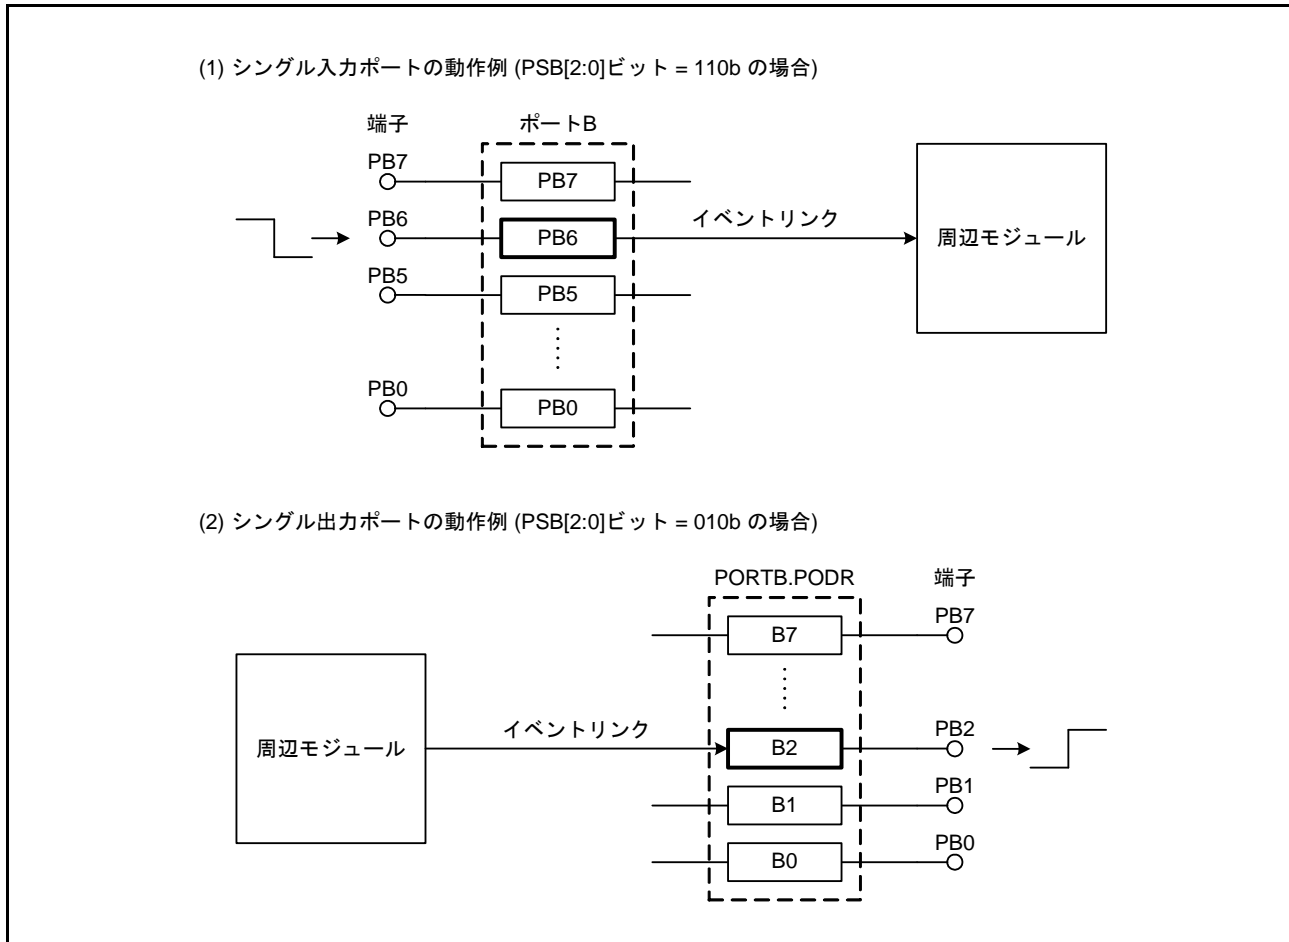

図 17.3 シングルポートのイベントリンク動作 (ポート B の場合)
入力に設定されているシングルポートは、対応する端子への入力信号が変化するとイベント信号を出力します。イベント発生条件は、PELm.PSM[1:0] ビット (m = 0, 1) で設定します。図 17.3 (1) にシングルポートのイベントリンク動作を示します。
出力に設定されているシングルポートにイベント信号が入力されると、対応する端子のレベル (PODR レジスタの値) が PELm.PSM[1:0] ビットで指定したとおりに変化します。図 17.3 (2) にシングルポートのイベントリンク動作を示します。